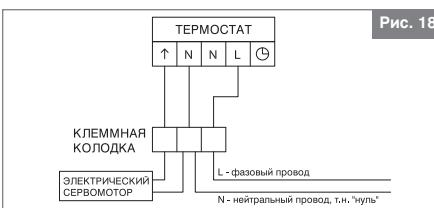

Рис. 18.
Электрические сервомоторы присутствуют в двух версиях: 24В (K-600701) и 230В (K-600700). Сервомотор выполнен в функции NC, т.е. замкнут в обесточенном состоянии (NC нормально-замкнутый контакт). Для облегчения процесса запуска всей системы у сервомоторов имеется функция "First-Open", в результате которой в момент первого подключения к питанию сервомоторы переходят в открытое состояние. С целью обеспечения нормальной работы распределительной системы сервомотор необходимо подключить к источнику питания (24В или 230В) в соответствии со схемой (см. электрическую схему соединения сервомотора с комнатным термостатом рис. 18 и 19). Более подробную информацию можно найти в инструкции к сервомоторам.
- a) биметаллическим комнатным 230В (0.6106) - схема подключения на рис. 18,